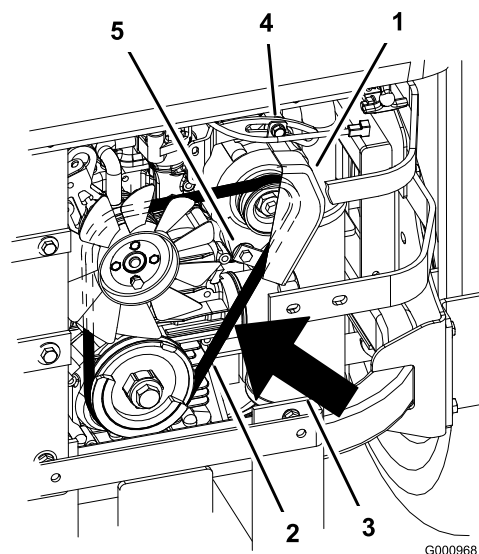

Figure 58
7. Desserrez le boulon inférieur et retirez le boulon de fixation supérieur de l'alternateur et du couvercle (Figure 58).
9. Installez une courroie neuve autour des poulies et de l'alternateur (Figure 58).
14. Serrez le boulon inférieur et vissez le boulon de fixation supérieur de l'alternateur et du couvercle (Figure 58).
2. Réglez l'alternateur vers l'extérieur jusqu'à ce que la courroie présente une flèche de 7 à 9 mm quand une force de 10 kgf est exercée entre les poulies du moteur et de l'alternateur (Figure 58).
5. Si la flèche est correcte, serrez les boulons inférieur et supérieur (Figure 58).